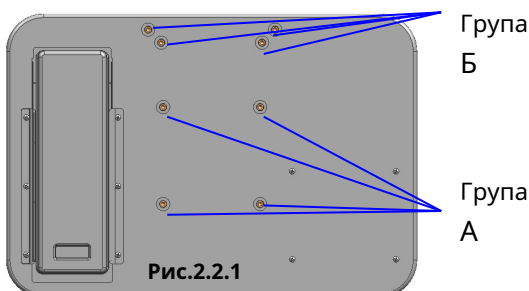

Рис.2.2.1
3. Перед тим, як прикріпити приладовий столик до електричний підйомний стіл, відкрутіть гайковим ключем чотири болти М6х18 мм (Рис.2.2.1 Група А) .